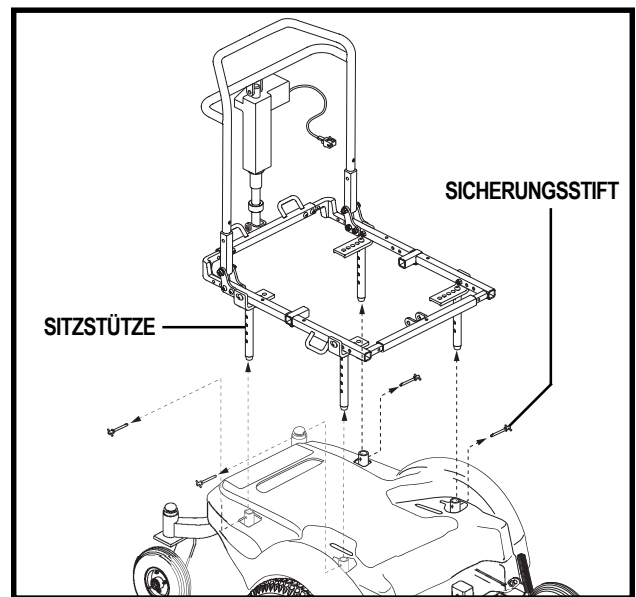

Abb. 10. Sitzhöhenverstellung
1. Entnehmen Sie die Sicherungsstifte aus den Sitzstützen. Siehe Abb. 10.